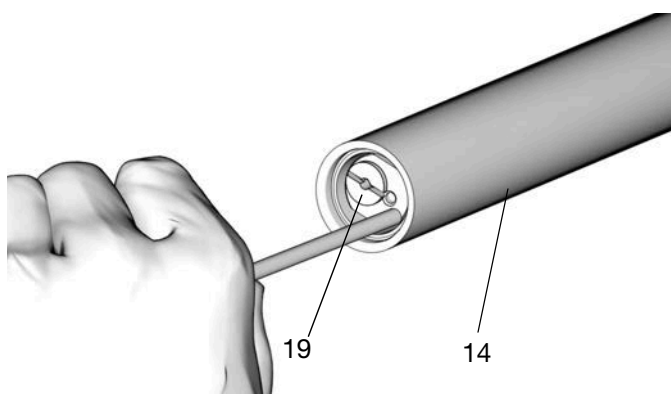

FIG. 26
24. Utilisez une longue tige en laiton ou en aluminium sans bords tranchants ou barbes pour pousser l'ensemble du clapet anti-retour (19) hors du tuyau de sortie (14) (FIG. 26).